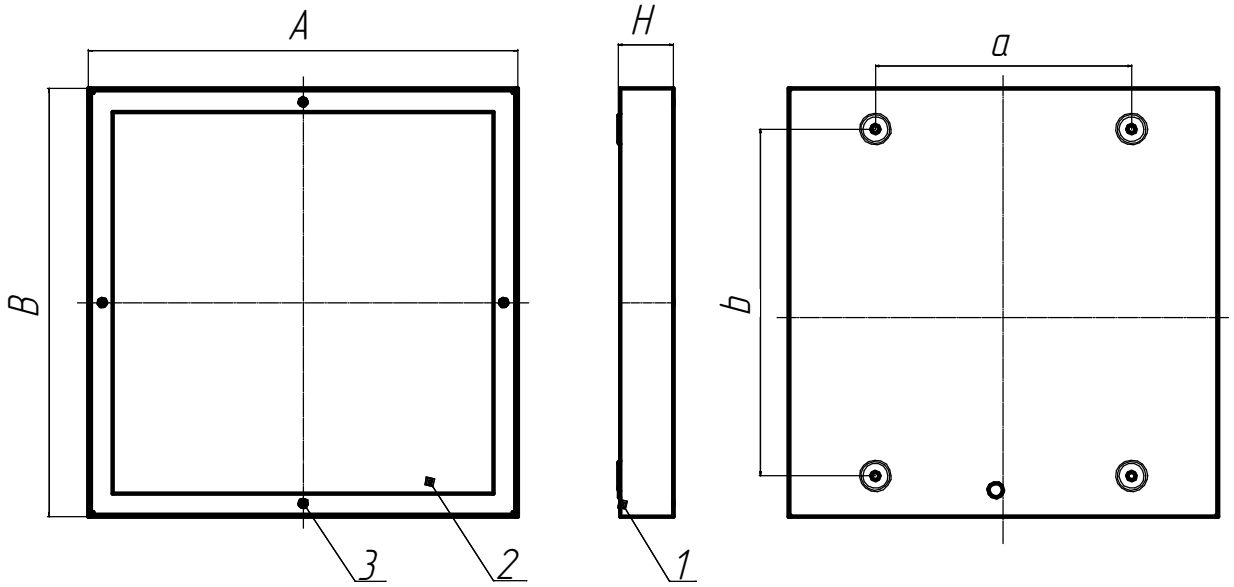

Рисунок 1 - Светильник ДПО15
6.3 Снимите обечайку в сборе (поз.2) рисунок 1, предварительно открутив 4 винта (поз.3).
6.11 Установите обечайку в сборе (поз.2) рисунок 1, на корпус в сборе (поз.1), предварительно закрутив 4 винта при помощи отвертки (поз.3).